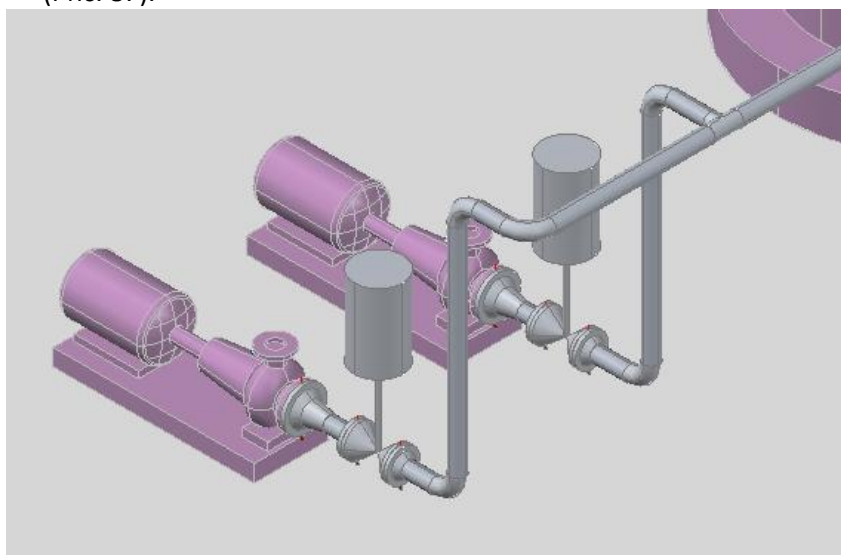

Рис. 87
- Таким же образом разместите задвижку **Кл-104** на линии **1063** от второго насоса (Рис. 87).